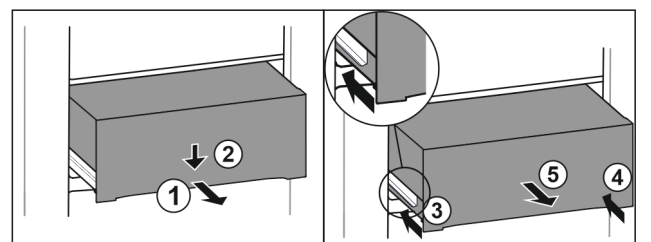

Fig. 88
- ▶ Витягніть ящик на половину. Fig. 88 (1)
- ▶ Спрямуйте висувний ящик вниз спереду. Fig. 88 (2)
- ▶ Вставте ліву рейку приблизно на 2 см. Fig. 88 (3)
- ▶ Вставте праву рейку приблизно на 2 см. Fig. 88 (4)
- ▶ Вийняти висувний ящик рухом вперед. Fig. 88 (5)